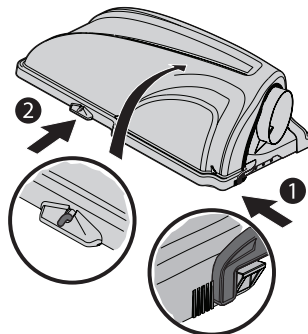

Figura 17
8. Abra la cubierta empujando hacia adentro la lengüeta posterior derecha con la mano derecha (1), y levantando la cubierta con la mano izquierda en la parte posterior central de la cubierta de la embolsadora (2), como se indica en la Figura 17.